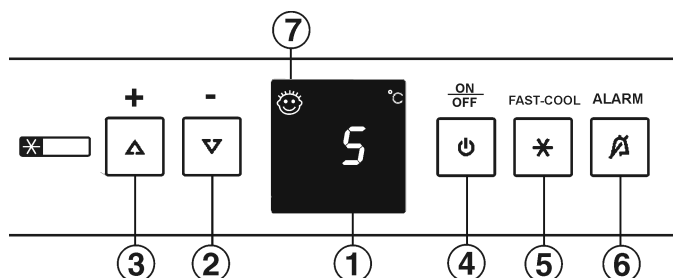

Fig. 2
- ▶ Appuyer sur la touche On/Off Fig. 2 (4).
- ▶ Activer le mode de réglage : appuyer sur la touche Fast-Cool Fig. 2 (5) env. 5 s.
- ▶ Sélectionnerh avec les touches de réglage "+" Fig. 2 (3) et "-" Fig. 2 (2).
- ▶ Confirmer : appuyer brièvement sur la touche Fast-Cool Fig. 2 (5).
- ▶ Régler l'affichage plus lumineux : appuyer sur la touche de réglage "+" Fig. 2 (3).
- ▶ Régler l'affichage plus sombre : appuyer sur la touche de réglage "-" Fig. 2 (2).
- ▶ Confirmer : appuyer sur la touche Fast-Cool Fig. 2 (5).
- ▶ Désactiver le mode de réglage : Appuyer sur la touche On/Off Fig. 2 (4).